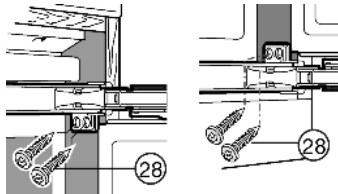

Fig. 18
- ▶ aan beide deuren met spaanplaatschroeven *Fig. 18 (28)* zowel boven als onder door de scharnierstrip schroeven.